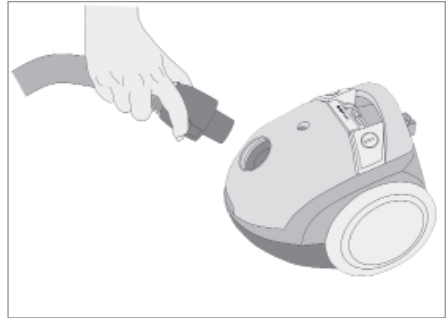

Fig. 2
Inserire il tubo flessibile nella sede di aspirazione premendolo con cautela fino al blocco. Per ri-muoverlo è necessario premere contemporaneamente i due pulsanti di sblocco (M) ed estrarlo (FIG. 2).